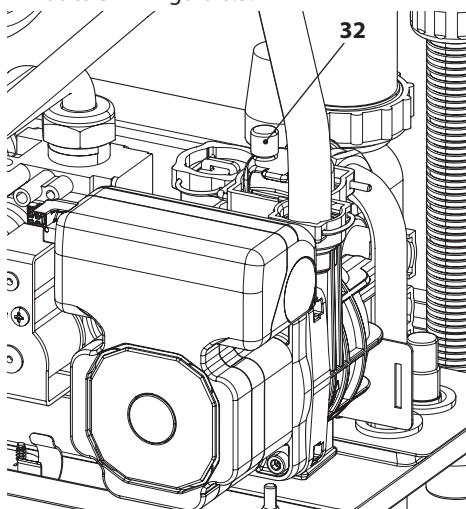

Figura 6.3
- Svitare il tappo della valvola di sfiato automatica 32 in Figura 6.3.